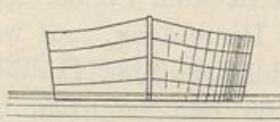

Abb. 643.
**3. Verschiedene Bildung des Buges.** Der Bug zeigt entweder die Stevenform (scharf) (Abb. 643), die Kaffenform (platt)
Bei der Stevenform (Abb. 643) ist der Schiffsbody zum Bug hin spitzbogenartig verjüngt; von der Bodenspitze nach dem Maul ist der Steven aufgerichtet, ein starkes eichenes Holz bei Holzschiffen; bei eisernen Schiffen ist der Steven von Eisen. An den Steven sind die Seitenplanken, bei Eisenschiffen die Blechplatten mit entsprechender Biegung angefügt und befestigt. Der Steven ist verschieden geformt, entweder gerade oder etwas gekrümmmt, letzteres besonders im untersten Teil.